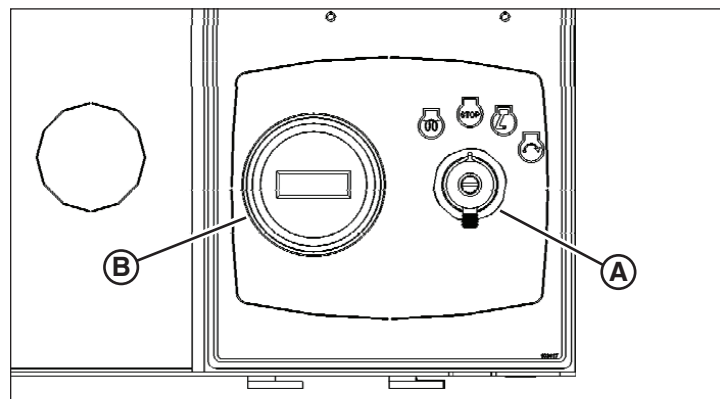

Figura 21
Tanto el panel de control de CAT como el de Kubota constan de la llave de arranque y detención del motor (A, Figura 21) y un contador horario (B).